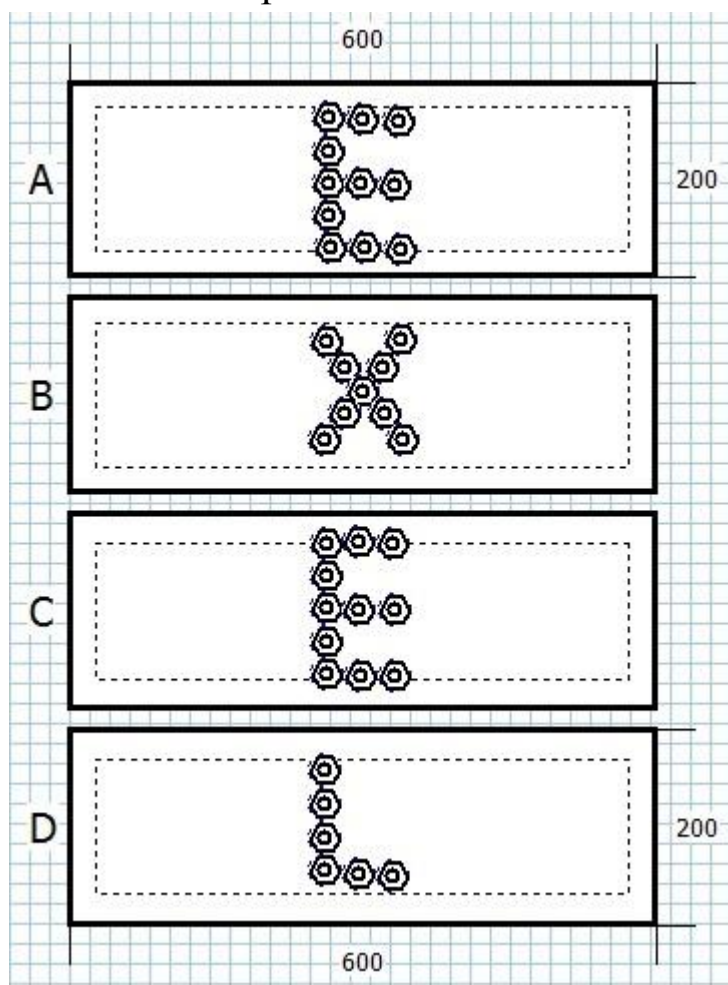

Рис. 5. Пример ручного расположения вводов
5. В результате вывода заданных параметров программа предлагает нам эскиз коробки. Важно знать, что расположение вводов в корпусе определяется случайным образом. Можно использовать ручную корректировку (рис.5), что позволит наиболее точно обеспечить расположение вводов в соответствии с Вашими требованиями.